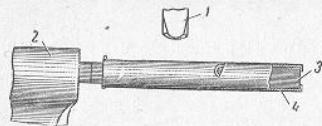

Рис. 43. Правка стенок магазинной коробки:
(I) При наличии смятия или изгиба стенок магазинной коробки, препятствующем свободному перемещению тяги спуска в рамке, разобрать магазин, надеть магазинную коробку на оправку (приложение 2, рис. 71), зажатую за хвостовую часть в тисках, и выпрямить стенки коробки медным молотком (рис. 43).